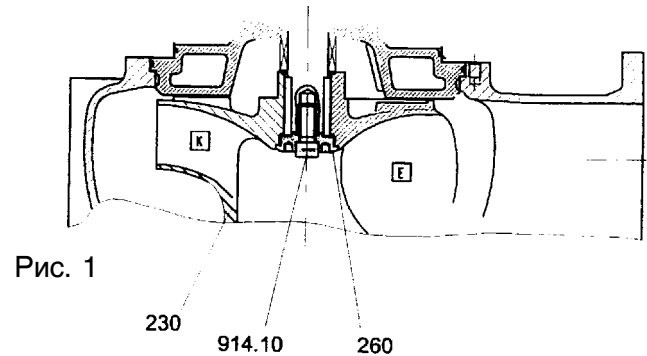

Рис. 1
3. Закрепление рабочего колеса производится согласно рис. 1/2.